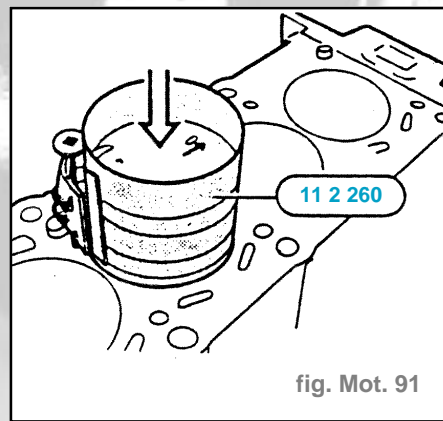

fig. Mot. 91
- Loger le piston de sorte que la flèche pointe vers l'entraînement de l'arbre à cames (fig. Mot. 91).
- Emmancher le piston en donnant de légers coups (p. ex. avec le manche du marteau) (fig. Mot. 91).